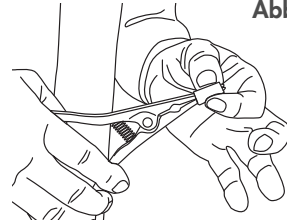

Abb. 4
- 1) Den Elastomer-Adapter vollständig in die Schnäbel der Separier-Zange einführen, in dem man die Kegligkeit befolgt (Abb. 4).